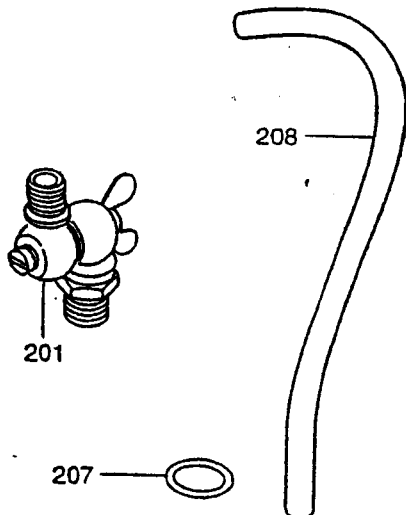
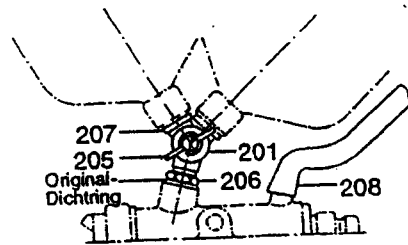

Abb. 10
Abb. 11
Um das Aufwärrispritzen (Arbeiten über Kopf) mit stets senkrecht stehendem Farbbecher zu ermöglichen, ist ein als Sonderzubehör lieferbares Gelenkstück (Abb. 10, Nr. 201) einzusetzen.
Zunächst ist der Winkel (Abb. 9, Nr. 327) vom Deckel des Farbbeckers herauszuziehen und vom Druckschlauch zu entfernen. Der kurze Druckschlauch ist dann von der Pistole abzuziehen und durch den längeren Druckschlauch (Abb. 10 und 11, Nr. 208) zu ersetzen.
Vom Gelenkstück sind Sechskantmutter (Abb. 11, Nr. 206) sowie der Dichtring (Abb. 10 und 11, Nr. 207) abzunehmen. Drehen Sie nun die zuvor abgenommene Sechskantmutter wieder auf das Gewinde des Gelenkstücks und fügen Sie den Dichtring (Abb. 9, Nr. 324) hinzu. Diese Seite mit Dichtring und Sechskantmutter drehen Sie nun in das Innengewinde der Spritzpistole. Nach dem einschrauben und Ausrichten des Gelenkstücks ist die Sechskantmutter (Abb. 11, Nr. 206) anzuziehen. Der Dichtring (Abb. 10 und 11, Nr. 207) ist nun auf das obere Gewinde des Gelenkstücks aufzulegen, wonach der Farbbecher wieder eingeschraubt wird.
**Achtung !** Die Flügelmutter (Abb. 11 Nr. 205) ist nur soweit anzuziehen, dass sich der Farbbecher mit Kraft noch bewegen lässt.